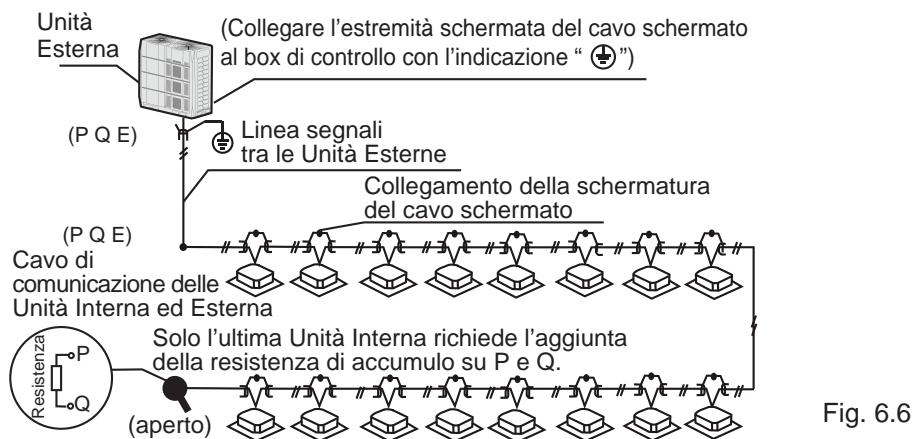

Fig. 6.6
- ♦ Il cablaggio di comunicazione tra le Unità Interna ed Esterna deve essere effettuato un'Unità dopo l'altra, in una catena che parte dall'Unità Esterna fino all'Unità Interna finale. La schermatura deve essere collegata alla Terra in modo corretto; una resistenza di accumulo deve essere aggiunta all'Unità Interna, per migliorare la stabilità del sistema di comunicazione (vedi Fig. 6.6).